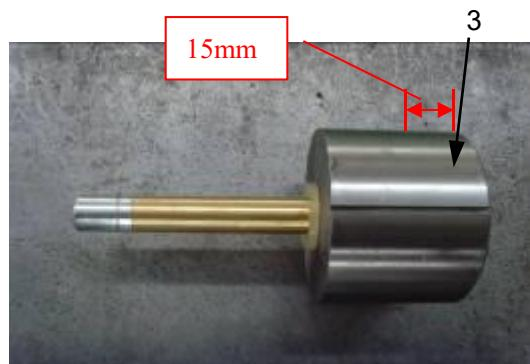

图 7 柱塞头部磨损位置示意图
**步骤 3：a** 检查柱塞头部（图 7）磨损划痕情况，距端面 15mm 的圆周表面内磨损达 70% 以上，须更换柱塞；